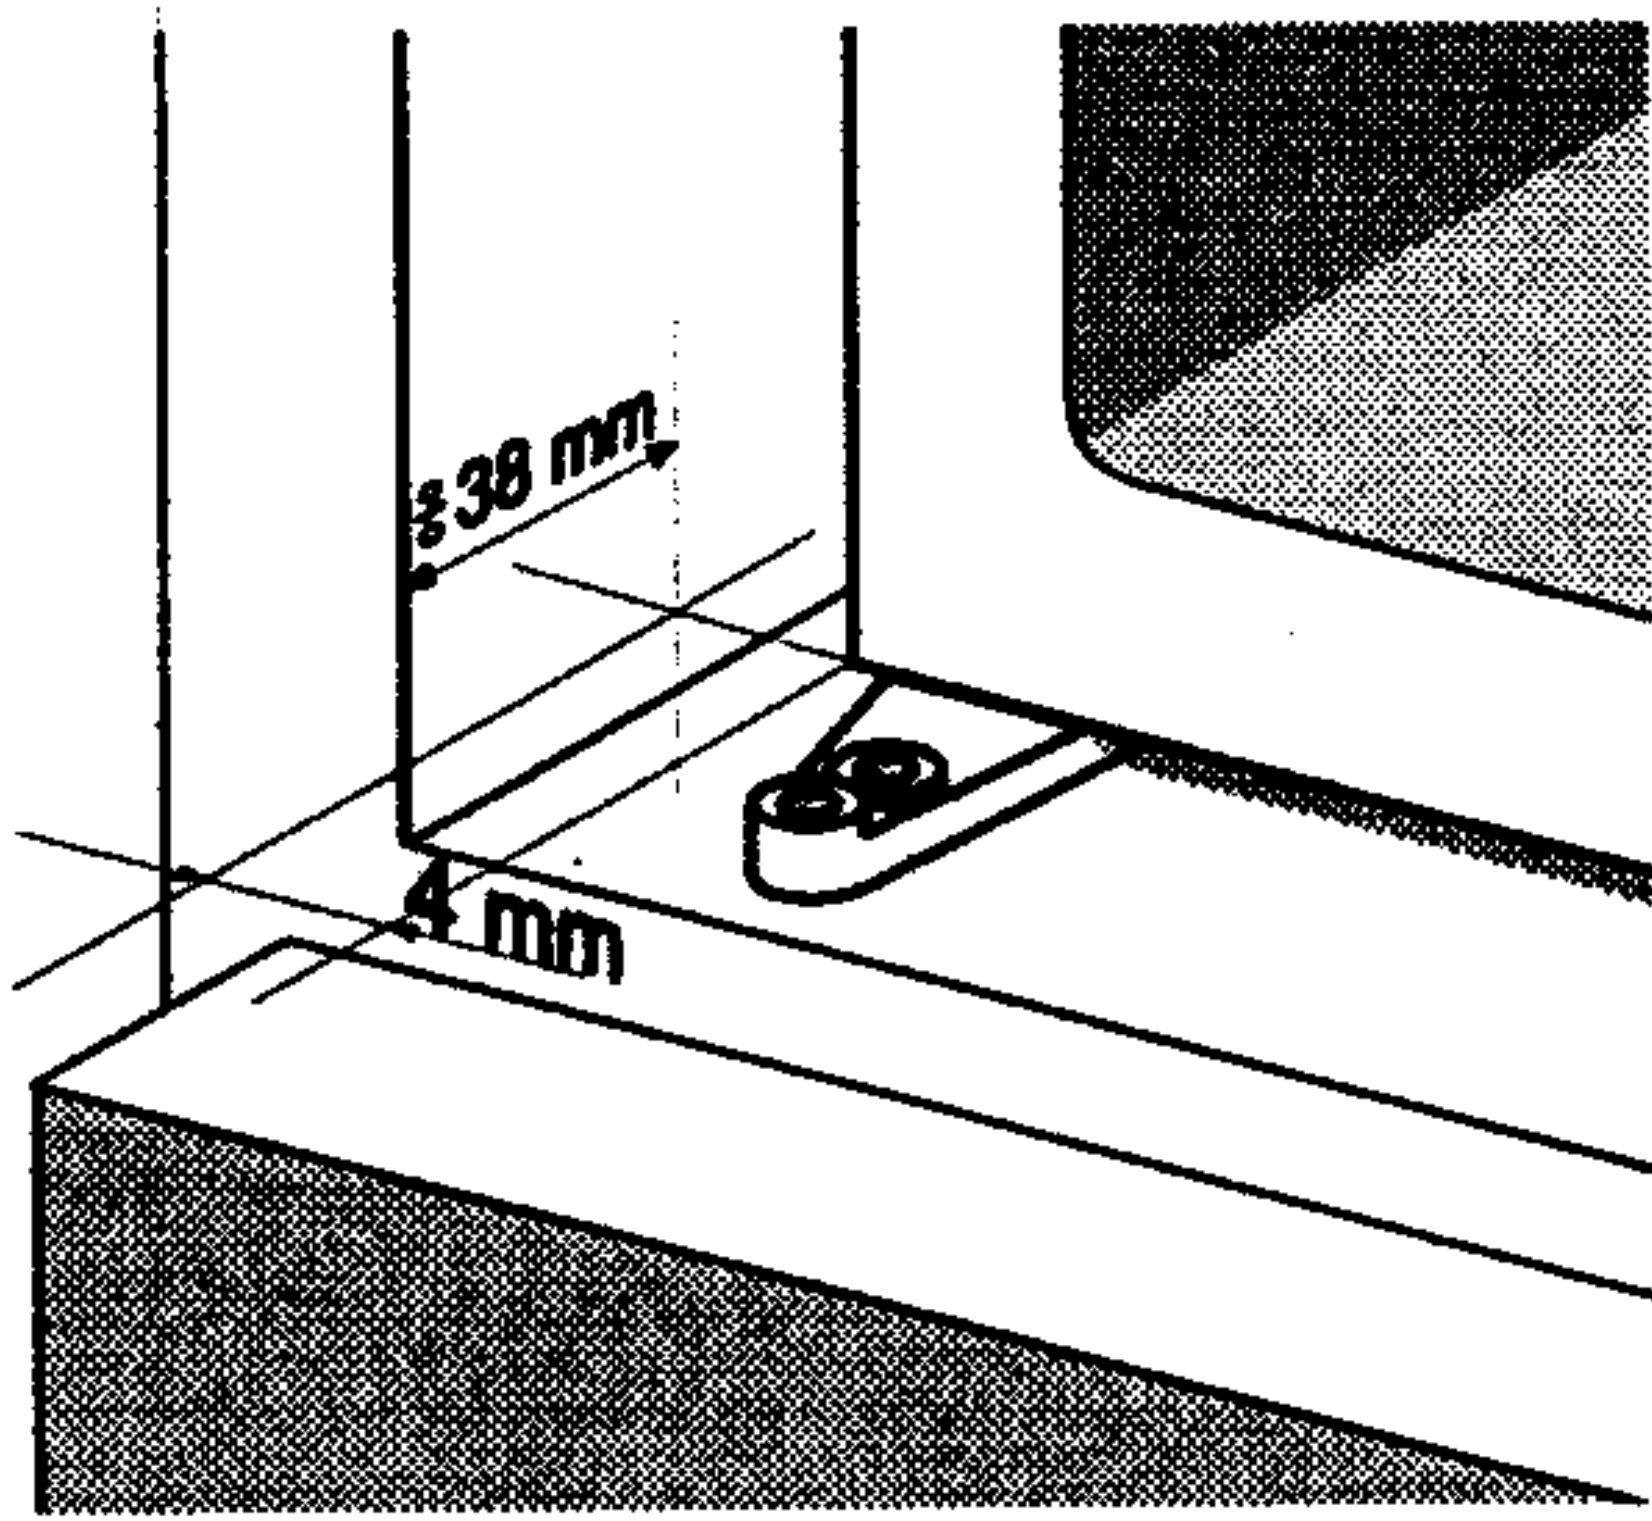

figure. 1
- Poussez l'appareil environ 30 mm dans le meuble en laissant une distance de 4 mm (Figure 1) sur toute la hauteur entre la paroi latérale du meuble et l'appareil à côté opposée à la charnière de la porte.